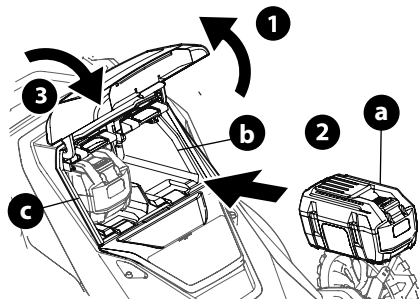

Figure 11
2. Placez la batterie (a) sur le côté droit dans le boîtier (b) (l'utilisateur étant en face de la tondeuse) pour que le témoin lumineux soit visible du boîtier. (Figure 11).